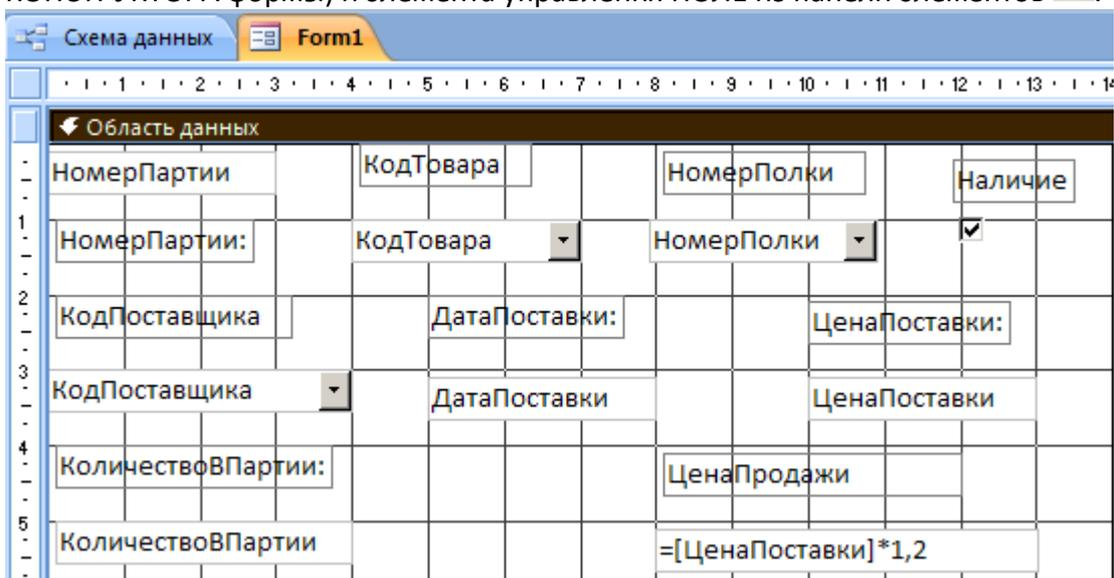

Рис.16. Создание вычисляемого поля в форме
5. В форме ПАРТИЯ_ТОВАРА создайте вычисляемое поле ЦЕНА_ПРОДАЖИ (рис. 16) с помощью ПОСТРОИТЕЛЯ ВЫРАЖЕНИЙ (кнопка  на панели инструментов КОНСТРУКТОРА формы) и элемента управления ПОЛЕ из панели элементов .